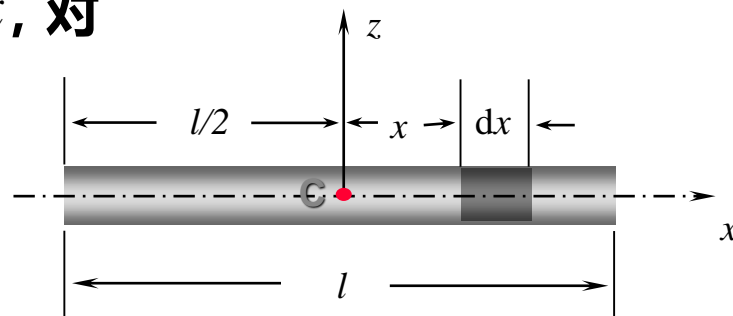

图 4
1. 已知匀质细长直杆的质量是 m ，长度是 l （如图4），求它对于过质心 C 且与杆相垂直的轴 z 的转动惯量。